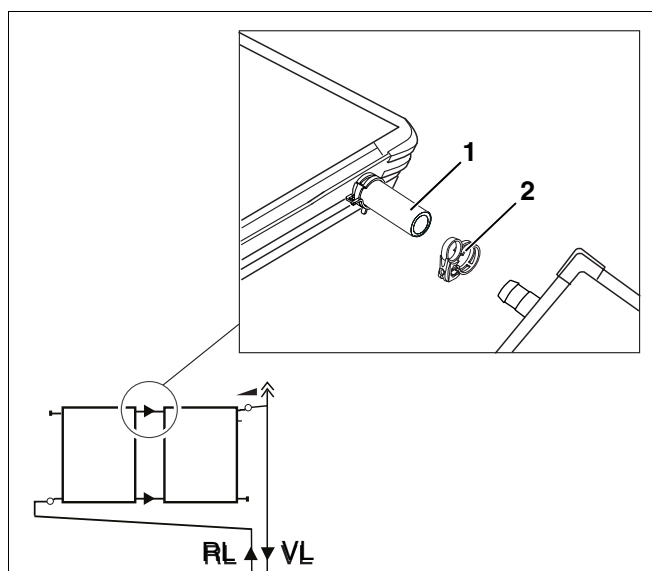

Fig. 38 Aplicar as abraçadeiras de mola sobre a mangueira solar
A abraçadeira de mola (Fig. 38, **Item 2**) vem de série fixa à mangueira solar (Fig. 38, **Item 1**) por meio de um elástico.
- ▶ Antes de colocar o colector seguinte, empurre primeiro as abraçadeiras de mola (Fig. 38, **Item 2**) sobre as mangueiras solares previamente montadas (Fig. 38, **Item 1**).
Preste atenção a que a segunda abraçadeira de mola (Fig. 38, **Item 2**) esteja assente sobre a mangueira solar.